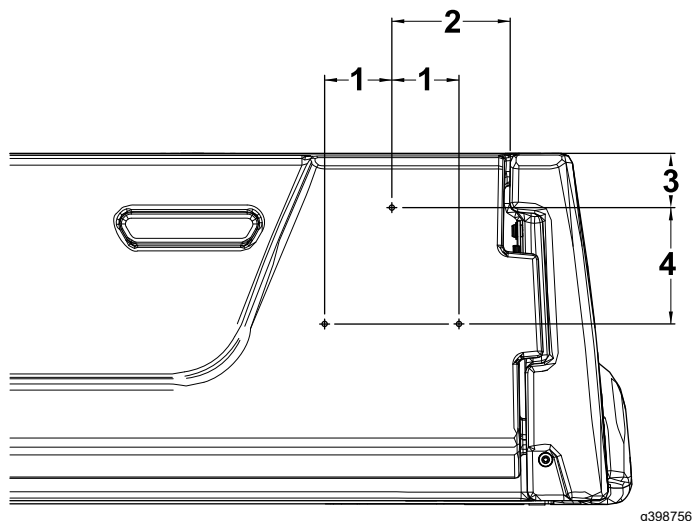

Figura 17
1. Sul lato destro della sponda posteriore, misurate 130 mm dal bordo destro e 60 mm dalla parte superiore della sponda posteriore e contrassegnate la posizione (Figura 17).
2. Misurate 128 mm verso il basso dal foro contrassegnato nel passaggio 1, poi 74 mm a destra e sinistra e contrassegnate le 2 posizioni (Figura 17).
3. Praticate un foro di 5 mm in ciascuno dei 3 punti segnati (Figura 17).